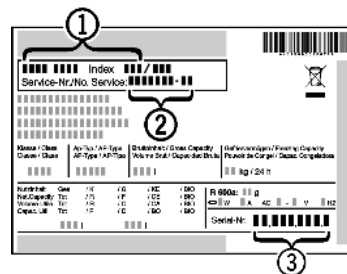

Fig. 6
- Назва пристрою Fig. 6 (1), сервісний номер Fig. 6 (2) та серійний номер Fig. 6 (3) вказані на таблиці типів. Табличка типів знаходиться всередині пристрою, зліва.
- Повідомте сервісну службу про характер неполадки, назву пристрою Fig. 6 (1), сервісний номер Fig. 6 (2) та серійний номер Fig. 6 (3).